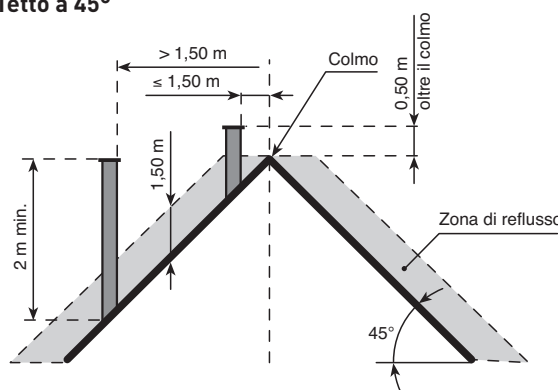

Fig. 4
2.5 CANNA FUMARIA (fig. 4)
- essere dotata alla sommità di un comignolo, il cui sbocco deve essere al di fuori della cosiddetta zona di reflusso al fine di evitare la formazione di contropressioni, che impediscano il libero scarico nell'atmosfera dei prodotti della combustione. è necessario quindi che vengano rispettate le altezze minime indicate in fig. 4;